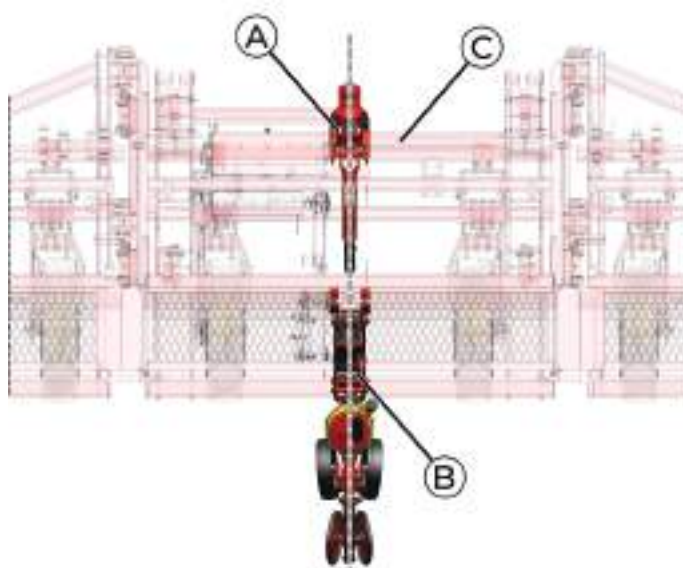

fig. 29
a) Espaçamento com número ímpar de linhas: marque o centro (*fig. 29*) do chassi e posicione a linha sulcadora (A) no tubo frontal (C) do chassi. Alinhado com a linha sulcadora, monte a linha da semente (B) na parte traseira do chassi.